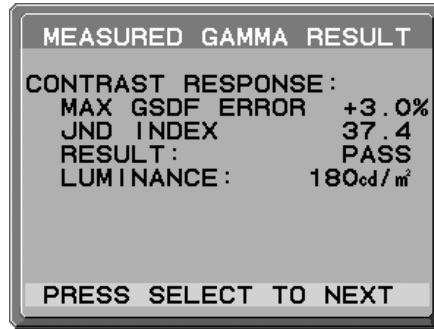

Figure D.2
4. Le message RESULTAT MESURE GAMMA s'affiche (Figure D.2). Vous pouvez définir la DATE et l'HEURE grâce aux touches de commande. Appuyez ensuite sur SELECT.